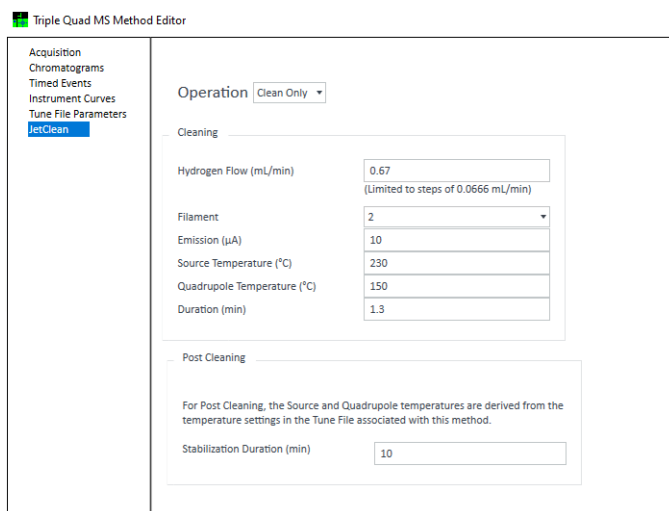

Figure 32. JetClean configuré en mode Clean Only (Nettoyage uniquement)
- 3 Sélectionner **Clean only** (Nettoyage uniquement) dans le menu déroulant **Operation** (Fonctionnement). (Voir **Figure 32.**)